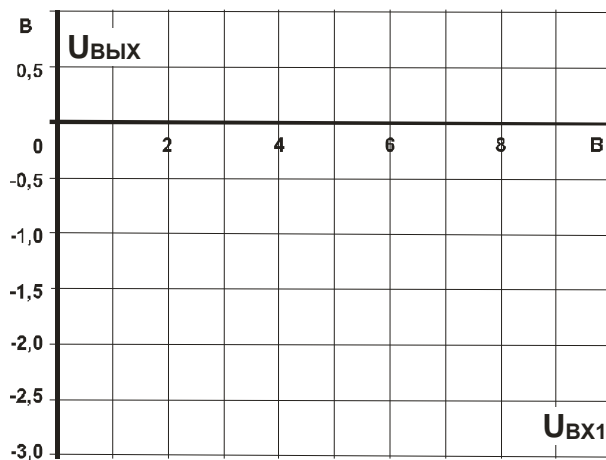

Рис. 8.3.4.
- Повторите все измерения для $R_{\text{вх1}} = R_{\text{вх2}} = 4,7 \text{ кОм}$, занесите результаты измерений в таблицу 8.3.2 и постройте зависимости на графике (рис. 8.3.4).